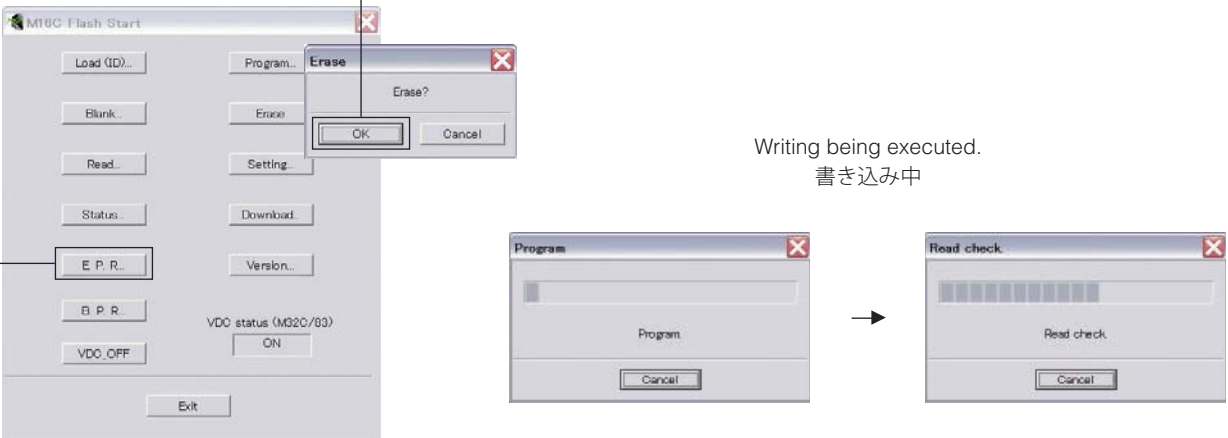

Fig. 5
6. Click [E.P.R.], the screen appears as shown below. (Fig. 5)
Click [OK] to start writing. (Fig. 5)
6. [E.P.R.] をクリックすると、下記の画面が表示されます。(Fig. 5)
[OK] をクリックし、書き込みを開始します。(Fig. 5)